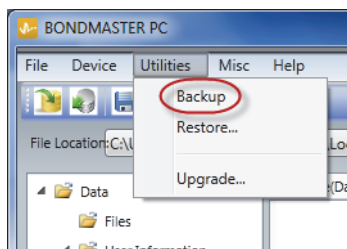

Рис. 7-24 Команда Backup (Резервное копирование)
2. В меню **Utilities** программного обеспечения BondMaster PC выберите **Backup** [Резервное копирование] (см. Рис. 7-24 на стр. 223).